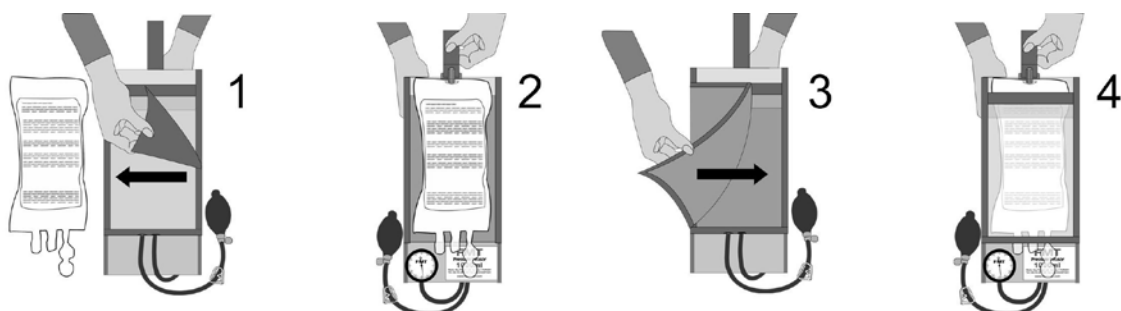

Figura 2: Applicazione della sacca per liquidi IV al bracciale per infusione a pressione avvolgente di tipo FMT-PI/10 da 1000 ml
- 2- Appendere il bracciale per infusione a pressione all'asta per flebo tramite l'anello (1) situato nella parte superiore del bracciale.
- 4- Appendere la sacca del fluido IV al gancio del bracciale (2) situato sotto l'anello. Guidare il tubo IV direttamente verso il basso.
- 5- Avvolgere saldamente il pannello a rete attorno alla sacca del fluido e fissarlo al Velcro sul retro della cuffia di infusione (vedere Figura 2).
- 6- Aprire la fascetta stringitubo (7) sul tubo di erogazione del bracciale.
- 7- Ruotare la rotella della valvola dell'aria (5) in senso orario per chiudere lo sfiato della valvola dell'aria.